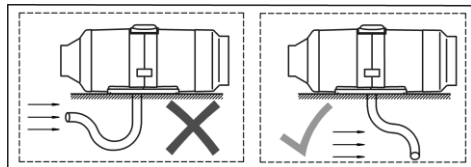

Fig. 5 – Plassering av luftinntak/eksosrør
Ved legging av luftinntaksrøret, unngå skarpe svinger og ikke blokker åpningen av luftinntaksrøret med fremmedlegemer. Pass på at åpningen peker nedover (se fig. 5). Hvis
Utløpet til eksosrøret må være installert **peker nedover (fig. 5)**, men det bør være i en slik posisjon som vil forhindre tilstopping eller inntrengning av snø og skitt, og også sørge for fri drenering av vann som kommer inn i den.
**Ikke plasser utløpsåpningen til eksosrøret foran den innkommende luftstrømmen til kjøretøyet eller fartøyet i bevegelse (se fig. 5).**